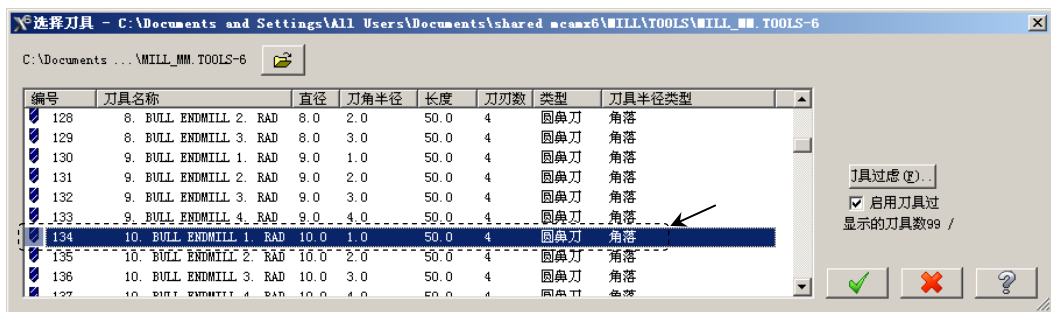

图 11.14 “选择刀具”对话框
Step4. 选择刀具。在“曲面粗加工挖槽”对话框中，单击 **选择刀具...** 按钮，系统弹出“选择刀具”对话框，在该对话框的列表框中选择图 11.14 所示的刀具。单击  按钮，关闭“选择刀具”对话框，系统返回至“曲面粗加工挖槽”对话框。